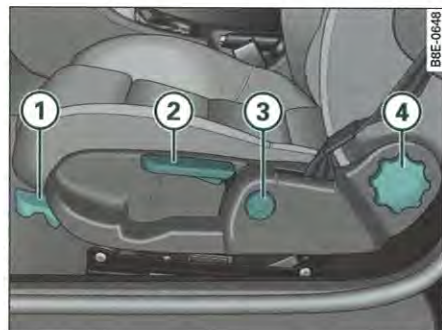

Fig. 89 Commandes du siège conducteur
- Tirez le levier ① ⇒ fig. 89 vers le haut et avancez ou reculez le siège.
- Relâchez le levier ① et déplacez encore le siège jusqu'à ce que le dispositif de verrouillage s'enclenche.
- Tirez le levier ② ⇒ fig. 89 à plusieurs reprises vers le haut jusqu'à ce que la position souhaitée soit atteinte.
- Tournez la molette ④ ⇒ page 93, fig. 89 pour régler l'inclinaison du dossier.